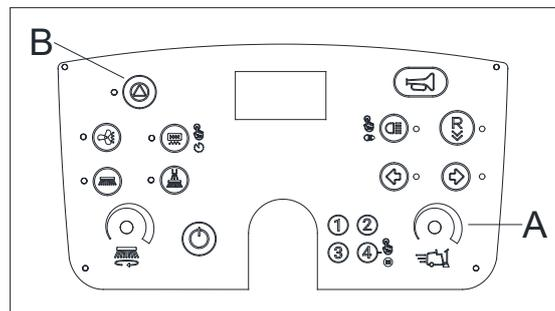

Figura 17
2. Ridurre al minimo la velocità di guida utilizzando la manopola di regolazione della velocità (A, Figura 17).
3. Premere il pulsante di avvio (B, Figura 17) e premere il pedale dell'acceleratore per accendere la spazzola principale per circa 1 minuto.